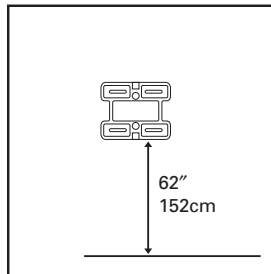

Fig. 3
2. Fixer le support au mur en plaçant l'extrémité inférieure à 62 po (152 cm) du sol. **Voir fig. 3.**